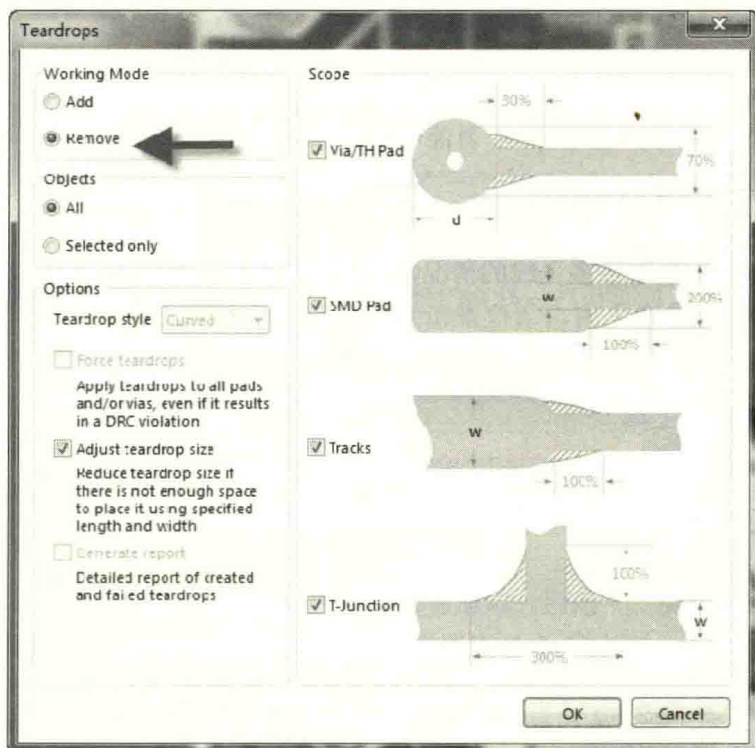

图 11-86 泪滴的移除
(4) 等待数分钟，向导直接完成转换，并提示一个泪滴选项窗口，如图 11-86 所示，这里建议把泪滴全部进行移除，单击“OK”按钮，完成转换。之后进行检查，特别是通孔属性的元件焊盘，一定要多检查仔细。